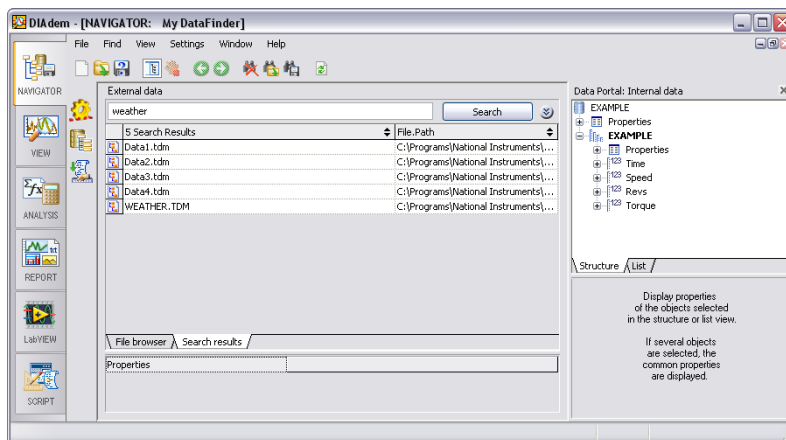

図 2-1 クイック検索の結果
**Search results** に、ファイル名、グループ名、チャンネル名、または説明部分に「weather」や「weather data」などの言葉が含まれているファイルがすべて表示されます (図 2-1 を参照)。